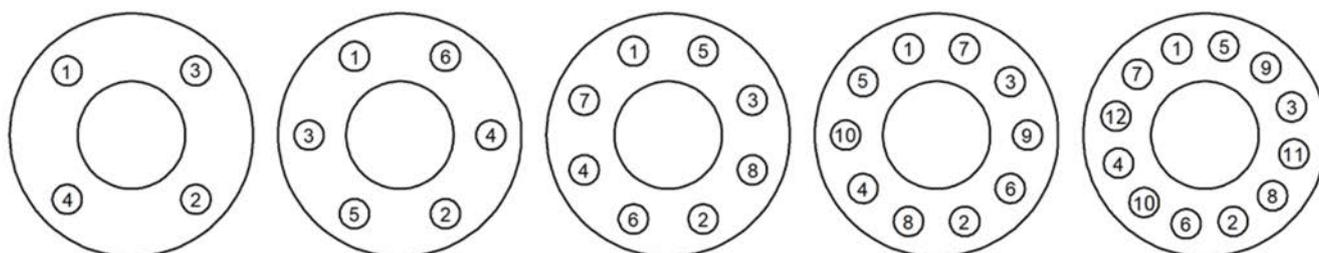

Fig. 2 Sequenza di serraggio
Per garantire l'uniformità del carico e dell'allineamento, i bulloni delle flange devono essere serrati in modo graduale e in sequenza incrociata, come indicato in Fig.2
- ◆ Allentare il dado (10) e svitare completamente i bulloni (15).
- ◆ Separare il gruppo il bonnet (9) dal corpo valvola (1).
- ◆ Sfilare otturatore completo (3) dal bonnet (9).
- ◆ Se necessario svitare e sostituire la sede (2) utilizzando le apposite chiavi
- ◆ Inserire nel bonnet (9) il nuovo otturatore avendo cura di ungere l'asta con olio al silicone.
- ◆ Sostituire sempre la guarnizione del corpo (11) pulendo accuratamente i piani d'appoggio.
- ◆ Serrare i dadi (15) in modo graduale e in sequenza incrociata, come indicato nell'esempio in Fig.2 paragrafo 2.01 applicando le coppie indicate nel capitolo 5
- ◆ Rimuovere la gabbia blocca sede (13)
- ◆ Se necessario rimuovere e sostituire la sede (2).
- ◆ Sostituire sempre la guarnizione del corpo (11) e la guarnizione della sede (14) pulendo accuratamente i piani d'appoggio.
- ◆ Separare il gruppo bonnet (9), la camera di bilanciatura (7), l'otturatore completo (3) e il pistone di bilanciatura (8) dal corpo valvola (1).
- ◆ Rimuovere l'eventuale gabbia (5)
- ◆ Sostituire la guarnizione di tenuta del pistone di bilanciamento (8) svitando il dado (16).
- ◆ Sostituire sempre le guarnizioni del corpo (11) pulendo accuratamente i piani d'appoggio.
- ◆ Sfilare la spina (17) e svitare l'otturatore (3)
- ◆ Se necessario svitare il blocco soffiETTO (19) e sostituirlo sostituendo anche la guarnizione (18)